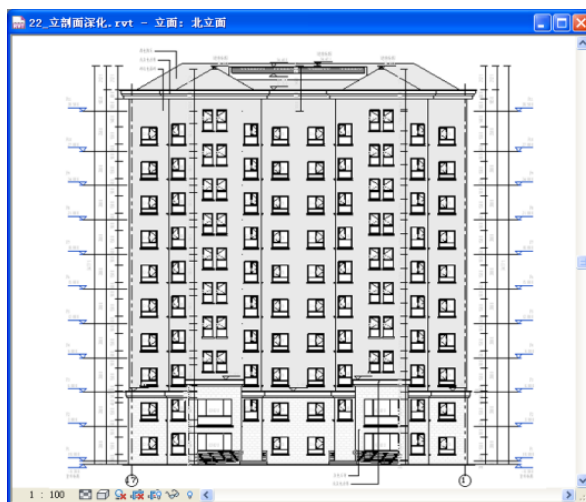

图 6-45
- 6) 调整原有尺寸的顶部参照图元为参照平面，添加细部尺寸，如两种不同类型窗的标注、屋顶栏杆的标注还有部分需要标注高程的位置屋顶、阳台顶等（如图 6-45 所示）。